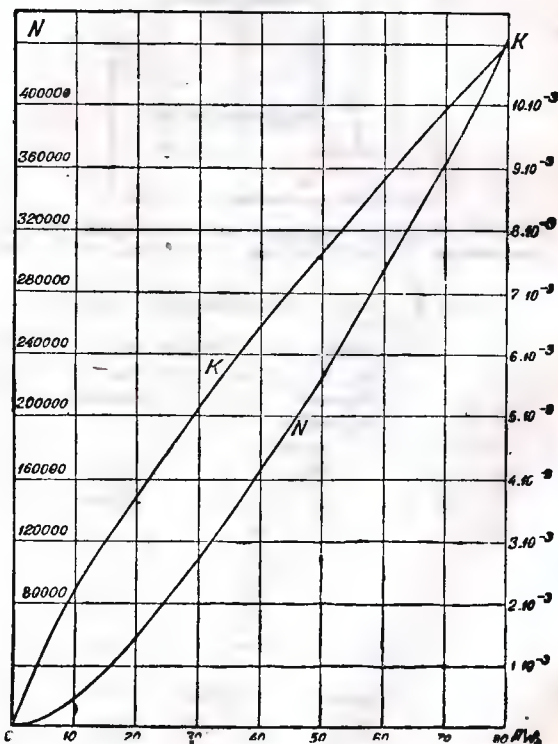

Рис. 8. График для расчета дросселей с оптимальным воздушным зазором
Кривая для нахождения N в функции AW_o дана на рис. 8. На той же диаграмме приводится вторая кривая для наиболее выгодных значений коэффициента воздушного зазора:
После расчета $l_{ж}$, AW_o , b , w и d находятся коэффициент $k = f_2(AW_o)$ по кривой рис. 8 и толщина прокладки δ из следующего простого соотношения:
По графику рис. 8 находим N и k как функции AW_o .
Данный случай расчета не представляет особых затруднений. По формулам (4), (5), (6) и (3) соответственно находятся $Q_{ж}$, $l_{ж}$ и AW_o , после чего по графику рис. 8 определяются N и k как функции AW_o .
Площадь сечения сердечника $Q_{ж}$, длина $l_{ж}$ и полное число ампервитков AW_o были уже подсчитаны раньше. Мы получили: $Q_{ж} = 6,84 \text{ см}^2$, $l_{ж} = 18,8 \text{ см}$ и $AW_o = 17$. Теперь по графику рис. 8 находим N и k .